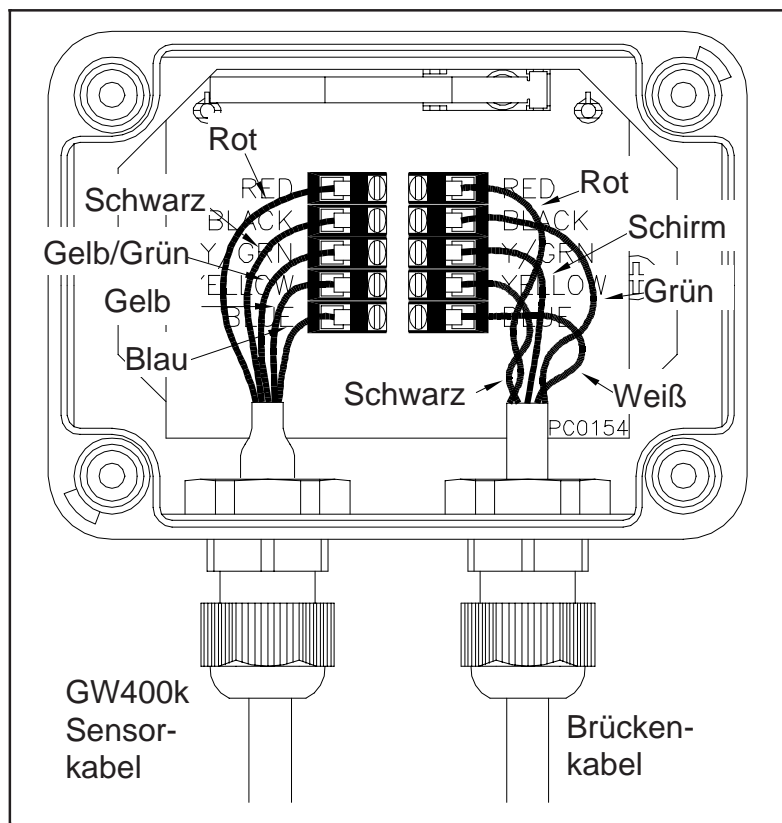

Abbildung 6
Verfahren Sie immer nach dieser Anordnung beim Verbinden von Sensor mit Brückenkabeln. Abweichungen können Auswirkungen auf die Qualität des Systems haben. Siehe Abbildung 6.
3. Legen Sie die Signaladern nun auf die entsprechend farblich gekennzeichneten Klemmen auf. In Abbildung 6 ist das Sensorkabel auf der linken Seite der Verteilerbox angeschlossen.